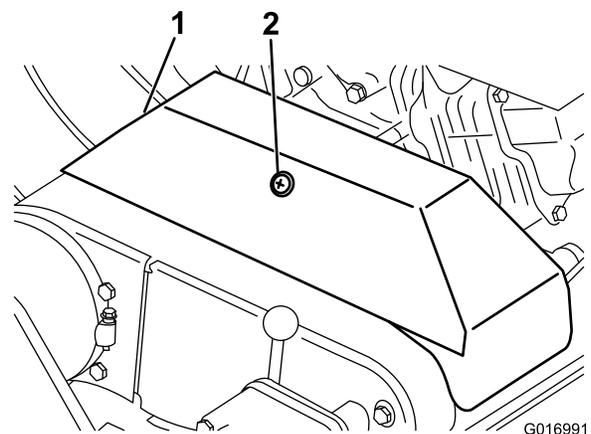

Рисунок 43
2. Ослабьте стопор, фиксирующий крышку клинового ремня, и откиньте крышку (Рисунок 43).
2. Вывинтите стопор, фиксирующий крышку клинового ремня, и откиньте крышку (Рисунок 43).